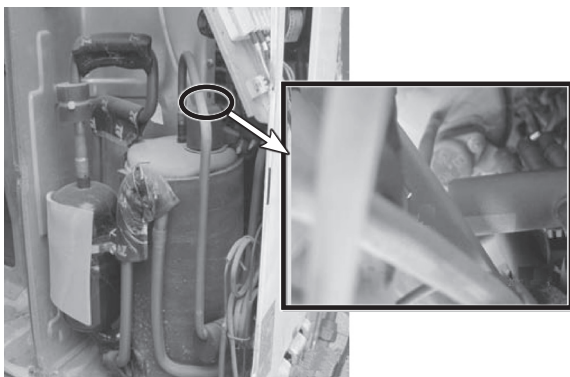

图 5-12 找到压缩机后端任意两根引线调换
6) 遂将交流接触器后端压缩机引线任意调整两根，使压缩机反向转动，如图 5-12 所示。